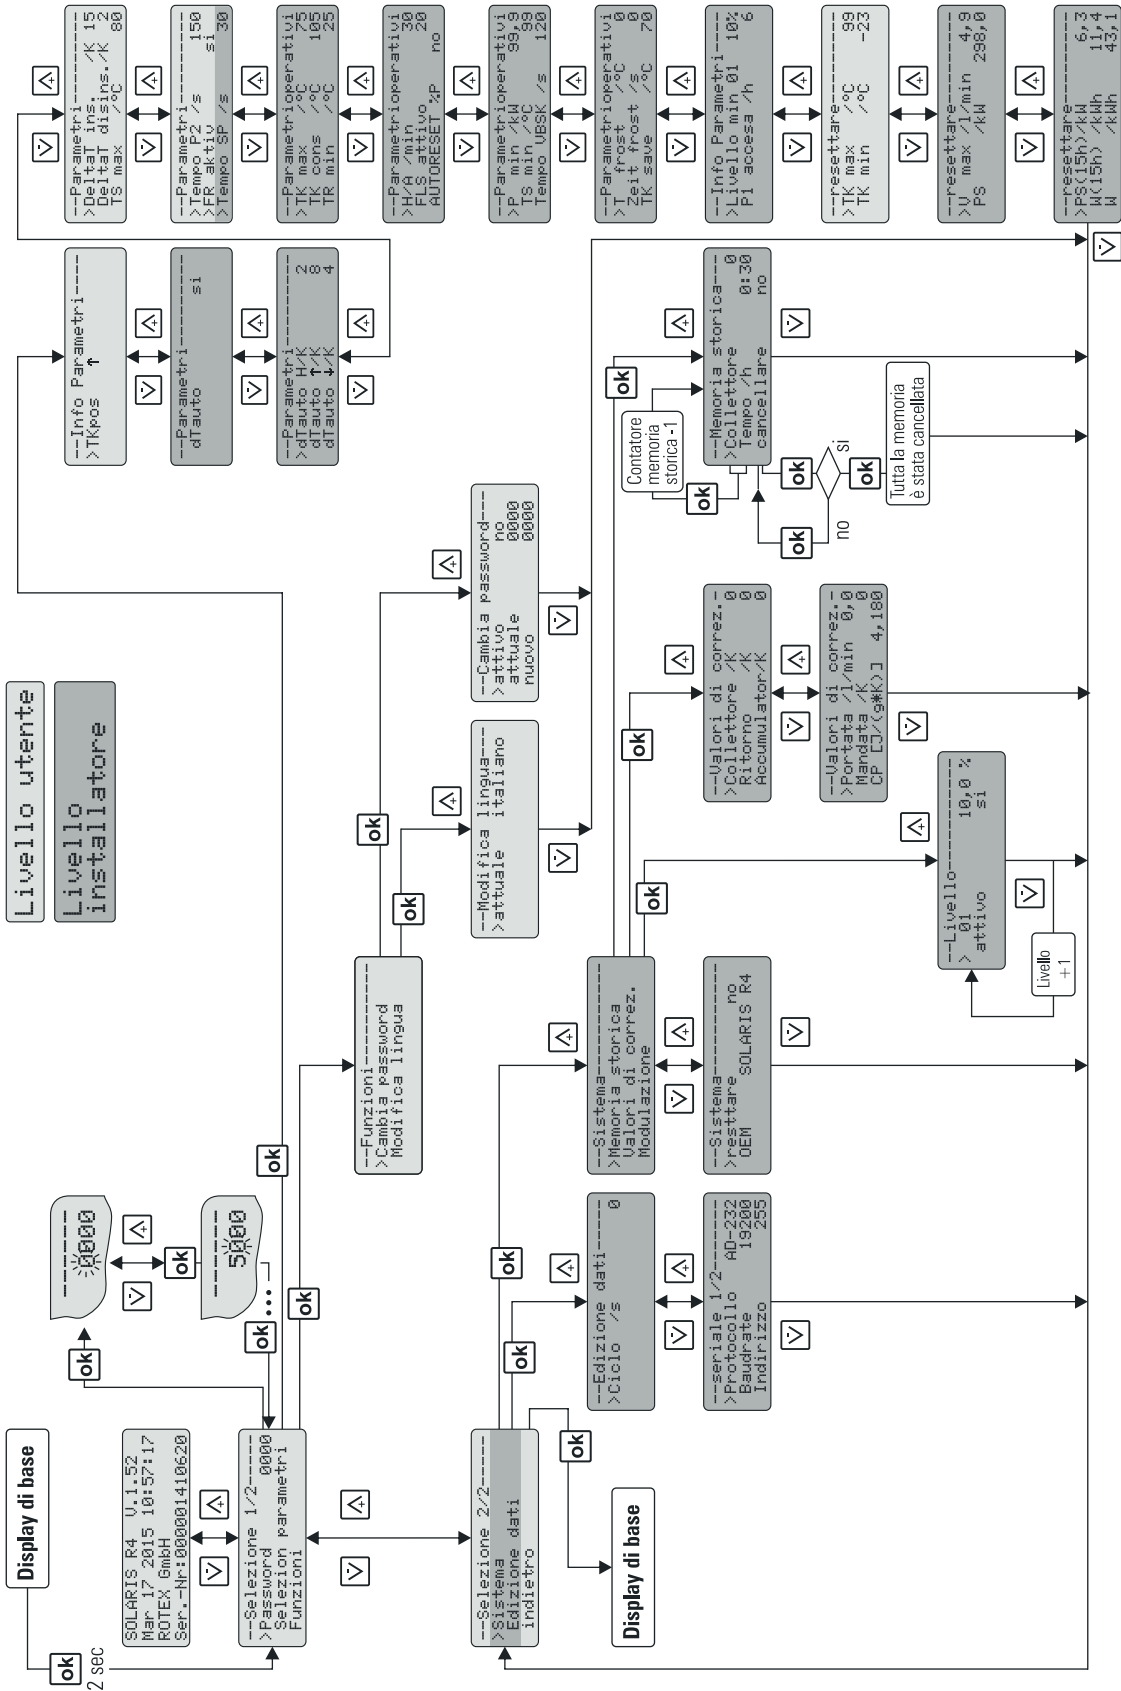

Fig. 6-7 Menu di impostazione
Dallo stato della funzione antigelo "FR attiva" si riconosce se la funzione è stata attivata o disattivata (fig. 6-7). Il tecnico può attivare o disattivare la funzione manualmente.
Nel menu (fig. 6-7) viene visualizzato nella prima riga il percorso di menu attivo, nella colonna sinistra un cursore (">") indica il percorso di menu dipendente o un parametro. Da questa posizione, è possibile spostarsi nella struttura dei menu con i tasti freccia verso l'alto (tasto +) o verso il basso (tasto -).
Se il parametro desiderato è stato modificato e la lista parametri è stata scorsa completamente verso il basso, si ritorna al menu di selezione "Selezione 2/2" e da lì al display operativo (v. fig. 6-7). La centralina di regolazione funziona immediatamente con i valori dei parametri modificati. Se per circa 10 minuti non si preme alcun tasto, la centralina ritorna sempre alla modalità di indicazione di esercizio.
La zona per tecnici del menu di impostazione è protetta da una password, che viene immessa all'inizio del menu di impostazione. È possibile proteggere anche la sezione utente. Il livello utente e il livello tecnico sono indicati con colori diversi in (fig. 6-7).
L'attivazione e modifica oppure la prima immissione della password utente si esegue nel percorso di menu: "Selezione 1/2" -> "Funzioni" -> "Modifica passw." (v. fig. 6-7):
È possibile immettere la password nel percorso di menu "Selezione 1/2", alla voce "Password 0000". Essa abilita nel menu di impostazione tutti i parametri di impianto importanti per il tecnico (v. fig. 6-7).
Nel menu di impostazione, in corrispondenza del percorso "Selezione 1/2" -> "Funzioni" -> "Cambio lingua" si può selezionare successivamente un'altra lingua (fig. 6-7).
L'impostazione dei parametri avviene come illustrato nella fig. 6-7. Tutti i parametri impostabili sono riportati nella tab. 6-5 con il livello di accesso, il campo di modifica e l'impostazione di fabbrica. Nel percorso di menu "Selezione 1/2" -> "Selezione parametri" -> "Reset" si possono resettare i valori massimi e i valori calcolati (v. tab. 6-5). Mediante il tasto OK, il valore di massima selezionato è immediatamente azzerato. Il tasto freccia in basso annulla tale operazione, il cursore ritorna a sinistra. Il tasto OK consente di confermare la selezione. Premendo ripetutamente il tasto a freccia in basso si entra nel campo "Selezione 2/2". Confermando "Indietro", si torna all'indicazione di esercizio.
- Tramite il percorso di menu "Selezione 2/2" -> "Sistema" -> "Modulazione" navigare a "Livello" (v. fig. 6-7).
- Tramite il percorso di menu "Selezione 2/2" -> "Sistema" -> "Valori di correzione" selezionare il parametro di correzione (v. fig. 6-7) e modificare i valori secondo tab. 6-4.
Questo contatto comanda un generatore di calore esterno in modo che in condizioni atmosferiche favorevoli il serbatoio non venga riscaldato dal generatore esterno. A questo scopo è necessario il cavo di collegamento BSKK (🛒16 41 10) offerto come accessorio. Se l'impianto solare raggiunge una potenza momentanea impostabile da un tecnico del riscaldamento (percorso di menu: "Selezione 1/2" -> "Selezione parametri" -> "Parametro operativo "P min") o il serbatoio è riscaldato a una temperatura minima impostabile dal tecnico di riscaldamento (parametro operativo "TS min" v. tab. 6-5), tramite un contatto ad es. viene tolta corrente al bruciatore. L'impostazione dei parametri per il contatto di blocco bruciatore è descritto in fig. 6-7.